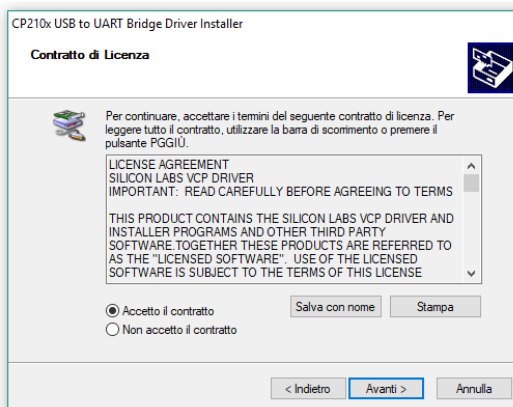

Fig. 2.2-6 Licenza d'uso
- Selezionare la spunta Accetto Contratto di Licenza (Fig.2.2-6) e cliccare su **Avanti**;